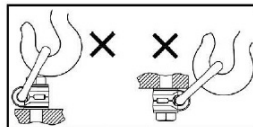

Рис. 2
3.8 Петля не должна касаться груза (см. рис.2)